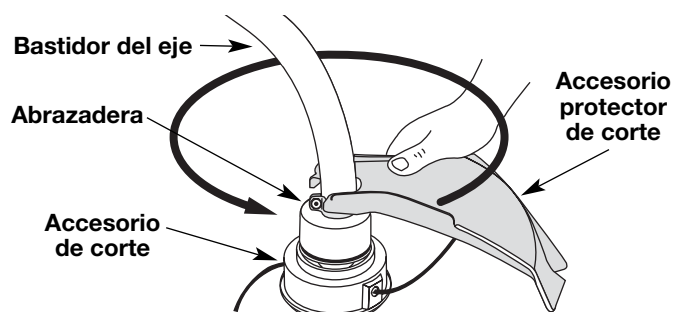

Figure 4
2. Empuje el accesorio protector de corte hacia abajo hasta la parte superior del ensamble del accesorio de corte y luego gire el accesorio protector de corte hasta que los orificios de los tornillos se alineen y la protección quede en la cavidad cóncava (Fig. 4).